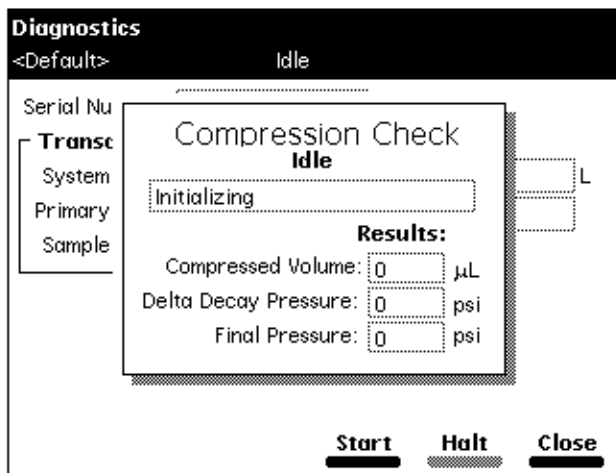

图 8-5 压缩检查屏幕
3. 按 Diagnostics（诊断）屏幕中的 **Comp Chk（压缩检查）** 屏幕键。出现 Compression Check（压缩检查）对话框（图 8-5）。